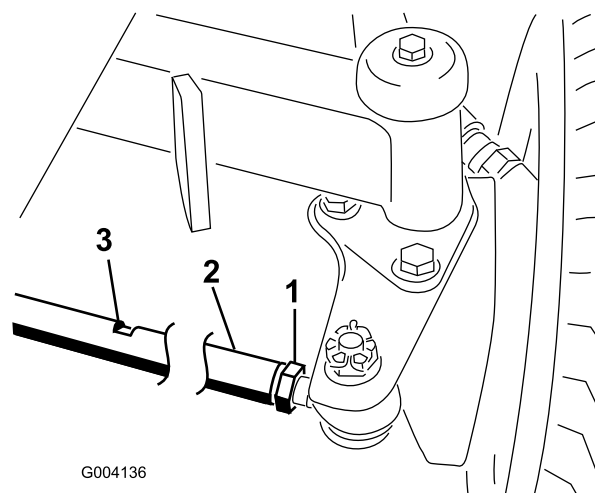

Figura 59
2. Desaperte a porca de bloqueio em cada extremidade da barra de direção (Figura 59).